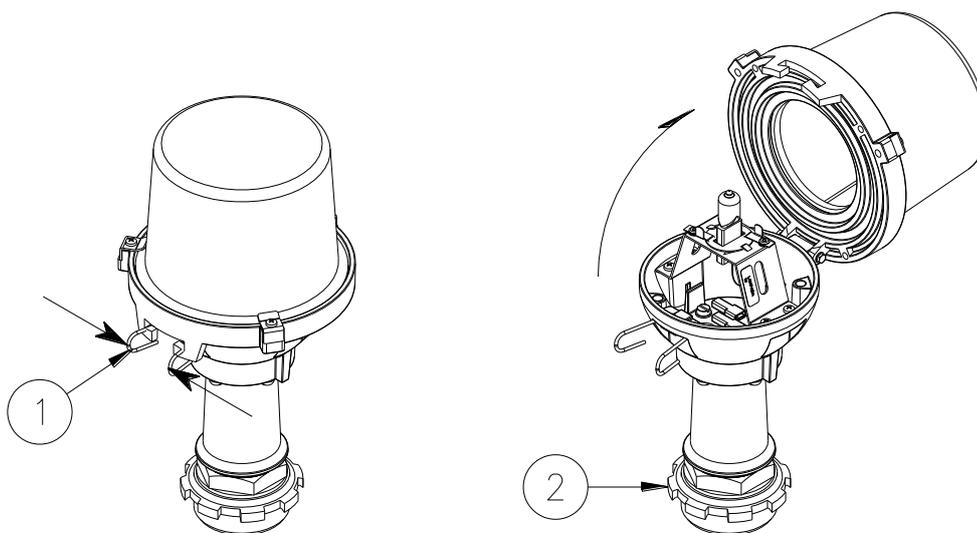

Figura 1
- a) Stringere le estremità della molla che vincola l'anello portalenti al corpo ed aprire il segnale come mostrato in Figura 1 nr.1; accertarsi che la ghiera di bloccaggio del cannotto Figura 1 nr.2 non sia stretta
- f) Ricontrollare il livellamento del segnale e poi stringere a fondo la ghiera di bloccaggio del cannotto Figura 1 nr.2